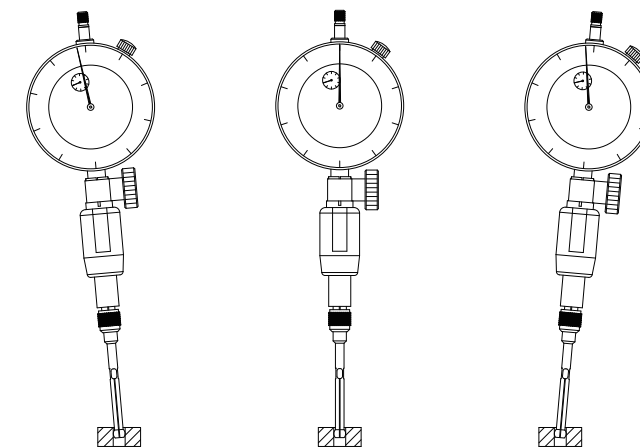

fig.2
(2) Sélectionnez un calibre annulaire dont le diamètre est égal ou proche du diamètre nominal du trou à mesurer pour calibrer le point zéro, placez le calibre de diamètre intérieur dans le calibre annulaire de calibrage, faites pivoter le calibre de diamètre intérieur conformément à la figure 2, trouvez le « point d'inflexion » de l'aiguille (la valeur maximale de l'indicateur à cadran), réglez l'indicateur à cadran de manière à ce que la ligne '0' coïncide avec le 'point d'inflexion' de l'aiguille.